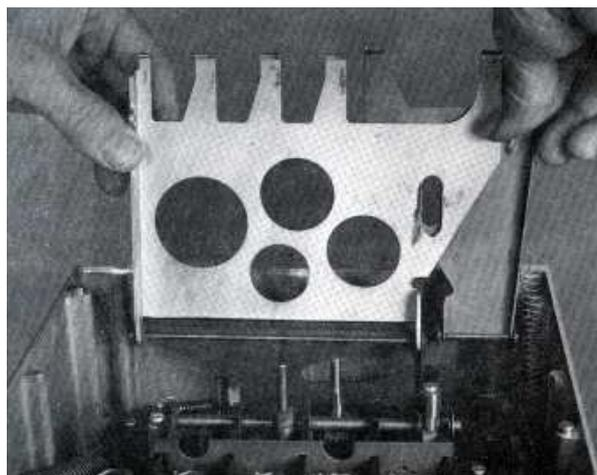

Figure 4. Râteaux
4. Enlever les râteaux des roues (Figure 4).